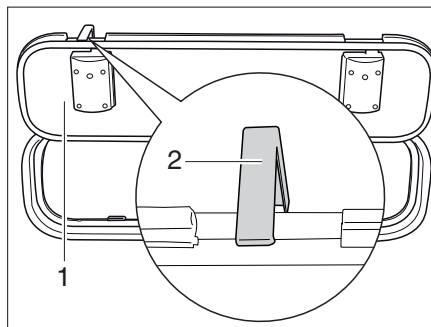

Bild 55 Sicherungshaken Außenklappe
- Die Außenklappe (Bild 55,1) öffnen und Sicherungshaken (Bild 55,2) an der Fahrzeugwand nach oben drehen.
- Den Sicherungshaken (Bild 55,2) nach oben drücken.